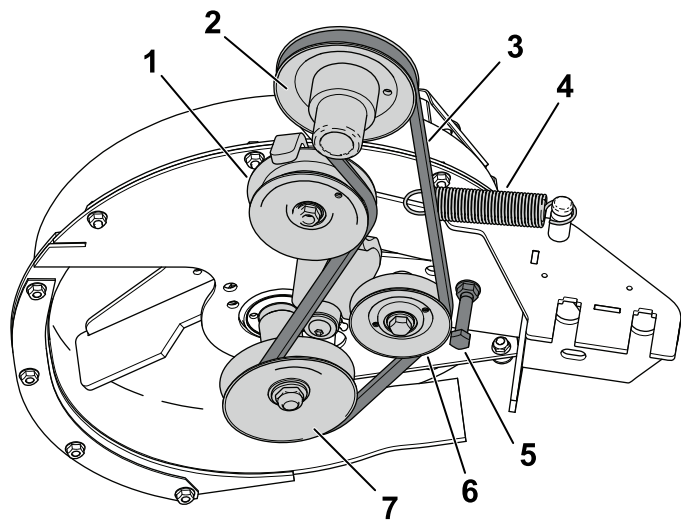

Figure 56
3. Desserrez ou déposez le guide-courroie (Figure 56).
4. Tirez sur la poulie de tension rappelée par ressort pour détendre la courroie (Figure 56).
6. Faites passer la courroie neuve autour de la poulie de ventilateur (Figure 56).
7. Serrez ou reposez le guide de courroie (Figure 56).